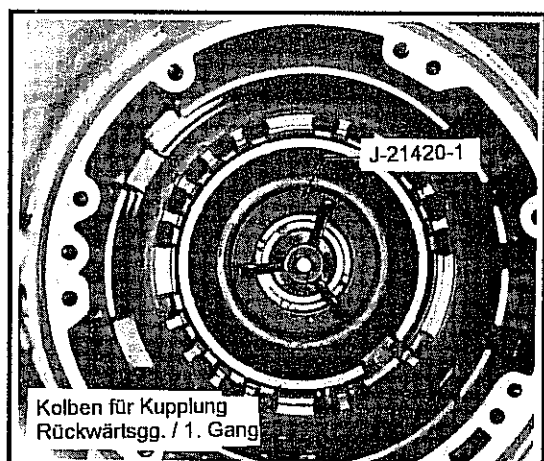

Abb. 10-115 Sprengring zum Kolben an der Lamellenkupplung für Rückwärtsgang und 1. Gang
- Wie in Abb. 10-115 gezeigt das Hohlrad an der Getriebeausgangswelle mit dem zugehörigen Sprengring befestigen.